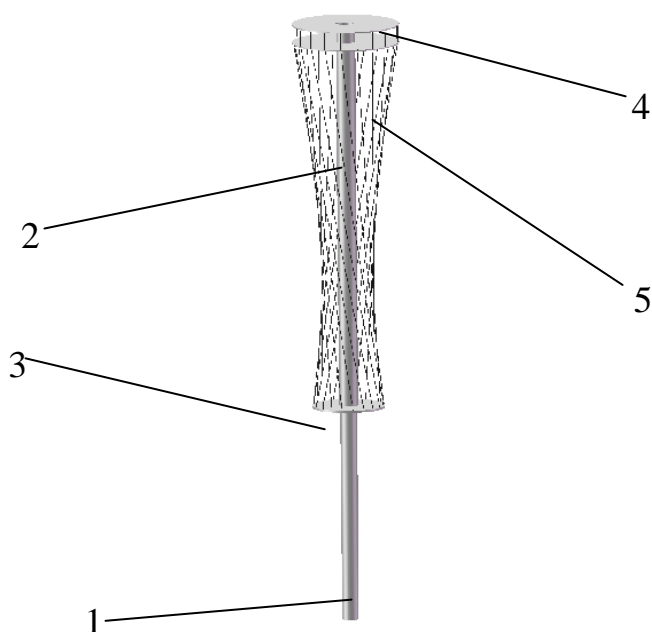

Рис. 2. Станция.
Внешний вид станции представлен на рис. 2. Станция состоит из забиваемой в землю трубы-сваи 1, стойки 2, нижнего фланца 3, двух верхних фланцев 4 и растяжек 5.
- забить вертикально две трубы-сваи 1 (рис. 2) в землю на расстоянии 30 м друг от друга. Выступание труб-свай над поверхностью земли примерно 0,5 м;
- установить растяжки 5 (рис. 2);